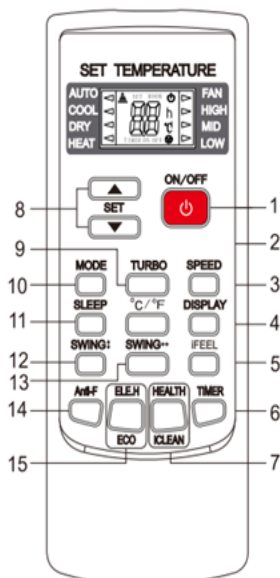

Рис. 2
- ИК-пульт дистанционного управления (рис.2)